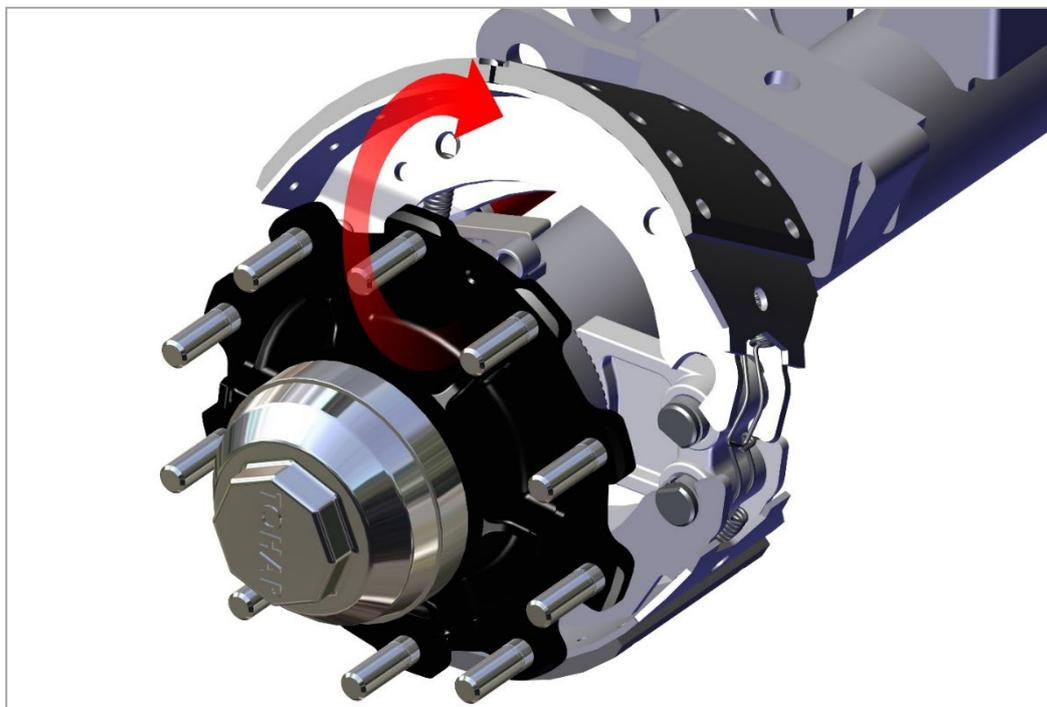

Рис. 17. Снятие тормозной колодки
4) Наклоните верхнюю тормозную колодку над кулачком и осью моста и снимите её, как показано на рис. 17.